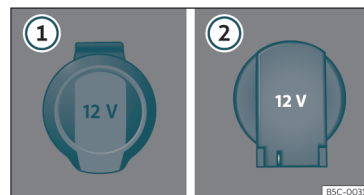

Fig. 140 Presa di corrente da 12 Volt: ① nel bracciolo anteriore, ② nel bagagliaio.
- Alzare la copertura della presa di corrente >>> fig. 140 ①.
- Alzare la copertura della presa di corrente »» **fig. 140** ②.